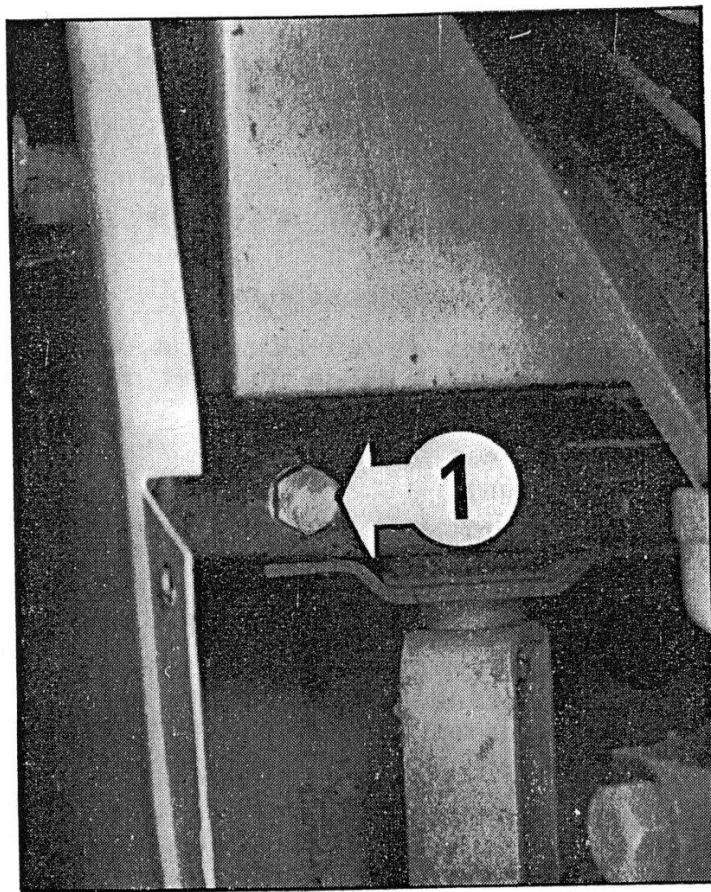

FIG. 20. — Bouchon de vidange du radiateur
- Vidanger l'eau du moteur et du radiateur par les robinets prévus à cet effet (**rep. 12, fig. 5 et rep. 1, fig. 20**).